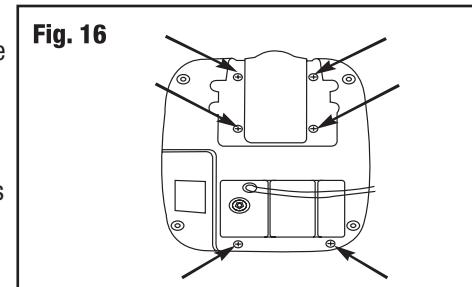

Fig. 16
## Remplacer la meule à sec (Fig. 16 à 18)
4. Retirez les six vis (Fig. 16) qui retiennent le couvercle du boîtier.
6. Appuyez sur les deux languettes en plastique qui retiennent le compartiment de la meule à sec (1) au boîtier (2), puis faites glisser le compartiment pour le sortir du boîtier.
7. Placez la clé (comprise) (4) sur l'axe du moteur puis placez une autre clé (non comprise) (5) sur le gros écrou (6) qui est situé à l'extrémité de l'axe.
8. Desserrez et retirez le gros écrou (6) en tournant en sens antihoraire tout en immobilisant l'axe du moteur avec la petite clé.
9. Retirez la rondelle extérieure (7) et la meule à sec (3) de l'axe du moteur.
**Changing the wet wheel (Fig. 16, 19 et 20)**
6. Retirez les quatre vis (2) qui attachent les deux supports (3). Retirez les supports.
7. Soulevez la meule fixée à l'arbre (4) hors du boîtier.
8. Retirez les douilles en laiton (5) et les rondelles (6) de l'axe de la meule.
9. Retirez les fixations en E (7) de l'engrenage de l'axe de la meule et faites glisser l'engrenage (8) hors de l'axe.
**Remplacer la courroie (Fig. 16 et 21)**
6. Desserrez et retirez l'écrou (2).
7. Retirez l'écrou, l'ensemble de poulies (3) et les rondelles. Retirez la courroie usagée (4).
9. Placez la grosse poulie (3) en position.